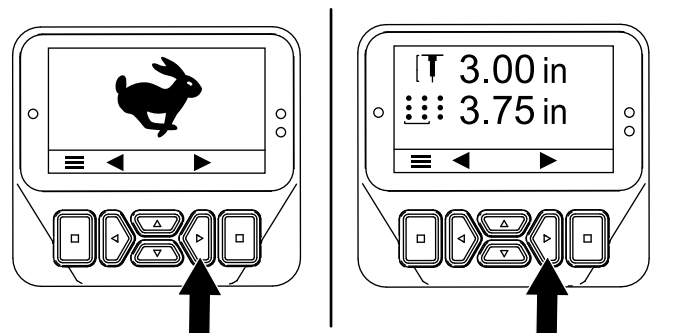
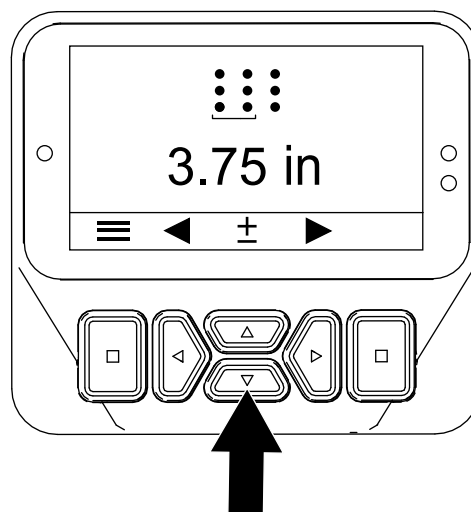

Figure 53
Figure 54
3. Appuyez sur le bouton vers la droite jusqu'à ce que l'écran Setting the Hole Spacing (réglage de l'espacement des trous) s'affiche (Figure 53 et Figure 54).
4. Réglez l'espacement des trous (Figure 54) comme suit :